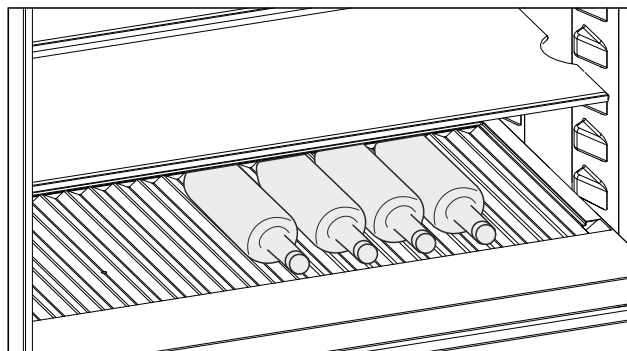

Fig. 207 Ilustrační zobrazení
- Láhve ukládejte dnem dozadu k zadní stěně. (viz Fig. 207)